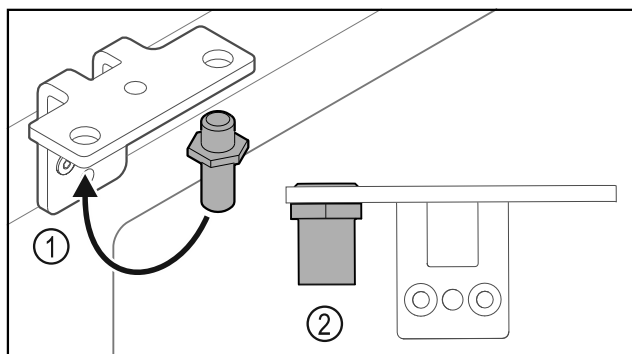

Fig. 37
- Bouten Fig. 37 (1) naar de scharnierhoek verplaatsen.
- Bouten Fig. 37 (2) met **aanhaalmoment van 12 Nm** vastdraaien.